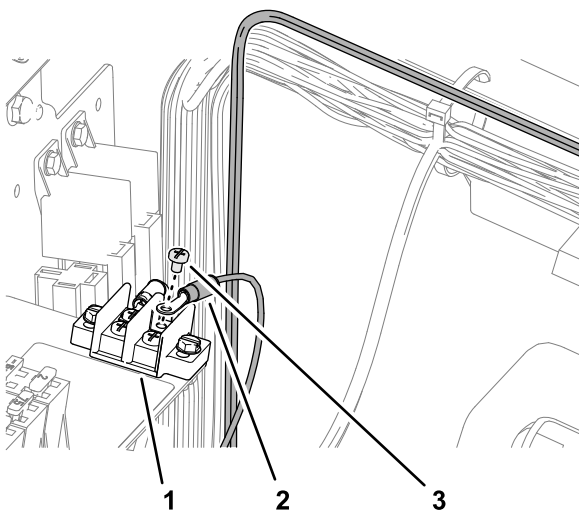

Figure 90
2. Retirez une vis de cosse du bornier de masse (Figure 90).
3. Fixez la cosse en anneau du faisceau du kit étiquetée GROUND sur le bornier de masse avec la vis (Figure 90).